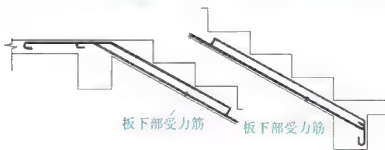

图 5.84 绘制板下部的 3 号受力筋
③ 依照参照线, 用【多段线】命令绘制板下部受力筋, 结果如图 5.84 所示。